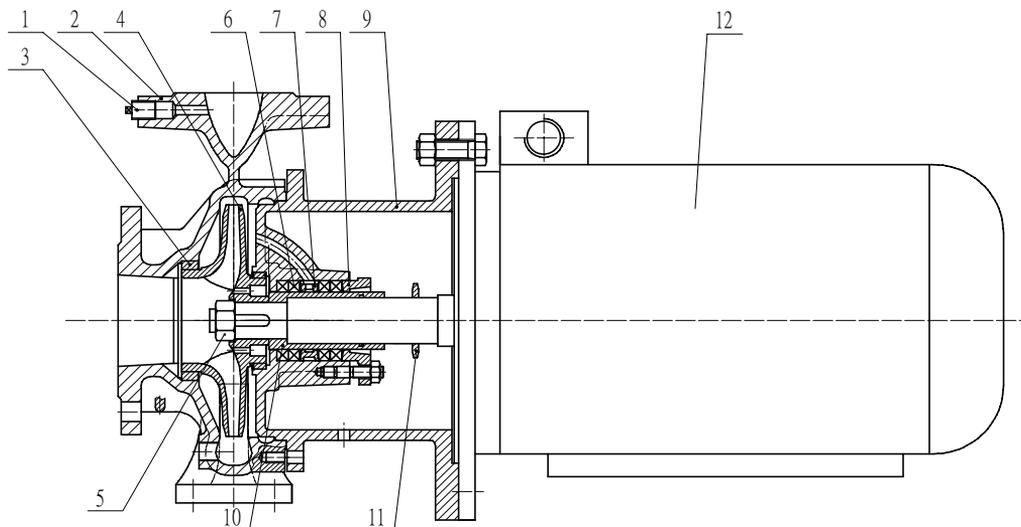

Рисунок 1.
1.4.1 Насосы типа КМ – центробежные, горизонтальные, консольные, с односторонним или двойным сальниковым уплотнением вала. Корпус насоса (рис.1 поз.2) представляет чугунную отливку, в которой выполнены всасывающий и напорный (входной и выходной) патрубки, спирально-кольцевой отвод и опорные лапы. Всасывающий патрубок расположен по оси вращения, напорный патрубок направлен вертикально вверх и расположен в одной плоскости с осью вращения. К корпусу насоса крепится крышка корпуса (рис.1 поз.9), которая является опорным кронштейном для крепления насоса к фланцу электродвигателя.
1.4.4 Для предотвращения износа вала под сальниковой набивкой на валу имеется защитная втулка (рис1. поз.10). В качестве уплотнения вала используется набивка сальниковая (рис.1 поз.6) типа АП-31 или ХБП-31 ГОСТ 5152-84. В насосы КМ50-32-125, КМ65-50-160, КМ80-65-160 ставится не менее 4 колец сечением 8x8мм. В насосы КМ 80-50-200, КМ 100-80-160, КМ 100-65-200 ставится 4-5 колец сечением 10x10мм.
2.2.4 Убедиться, что вал насоса вращается без заеданий (при опробовании в насосной части не должно быть посторонних предметов, льда и т.п.; затяжку болтов крышки сальника (рис.1 поз.8) при проверке ослабить).